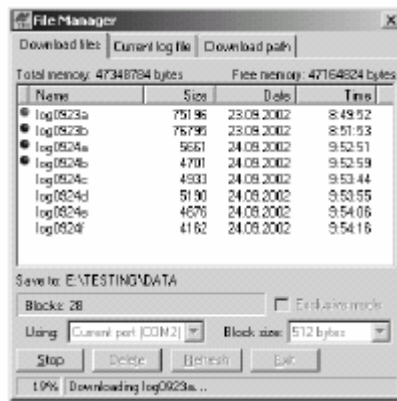

Figura 4-5. Descarga de archivos. Indicadores de estado
- Haga clic en el botón **Descargar**. Durante la descarga se muestra un indicador de estado junto a cada uno de los archivos (Figura 4-5).